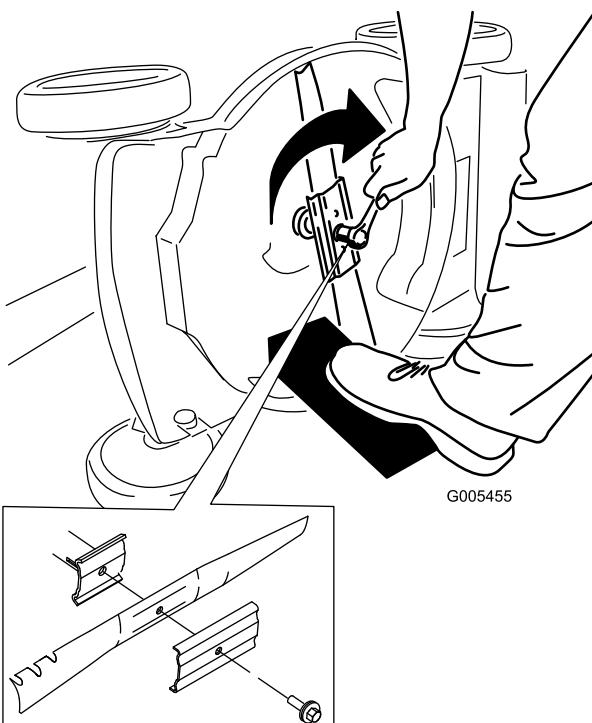

Рисунок 37
5. Установите новый нож, закрепив все крепежные детали (Рисунок 37).